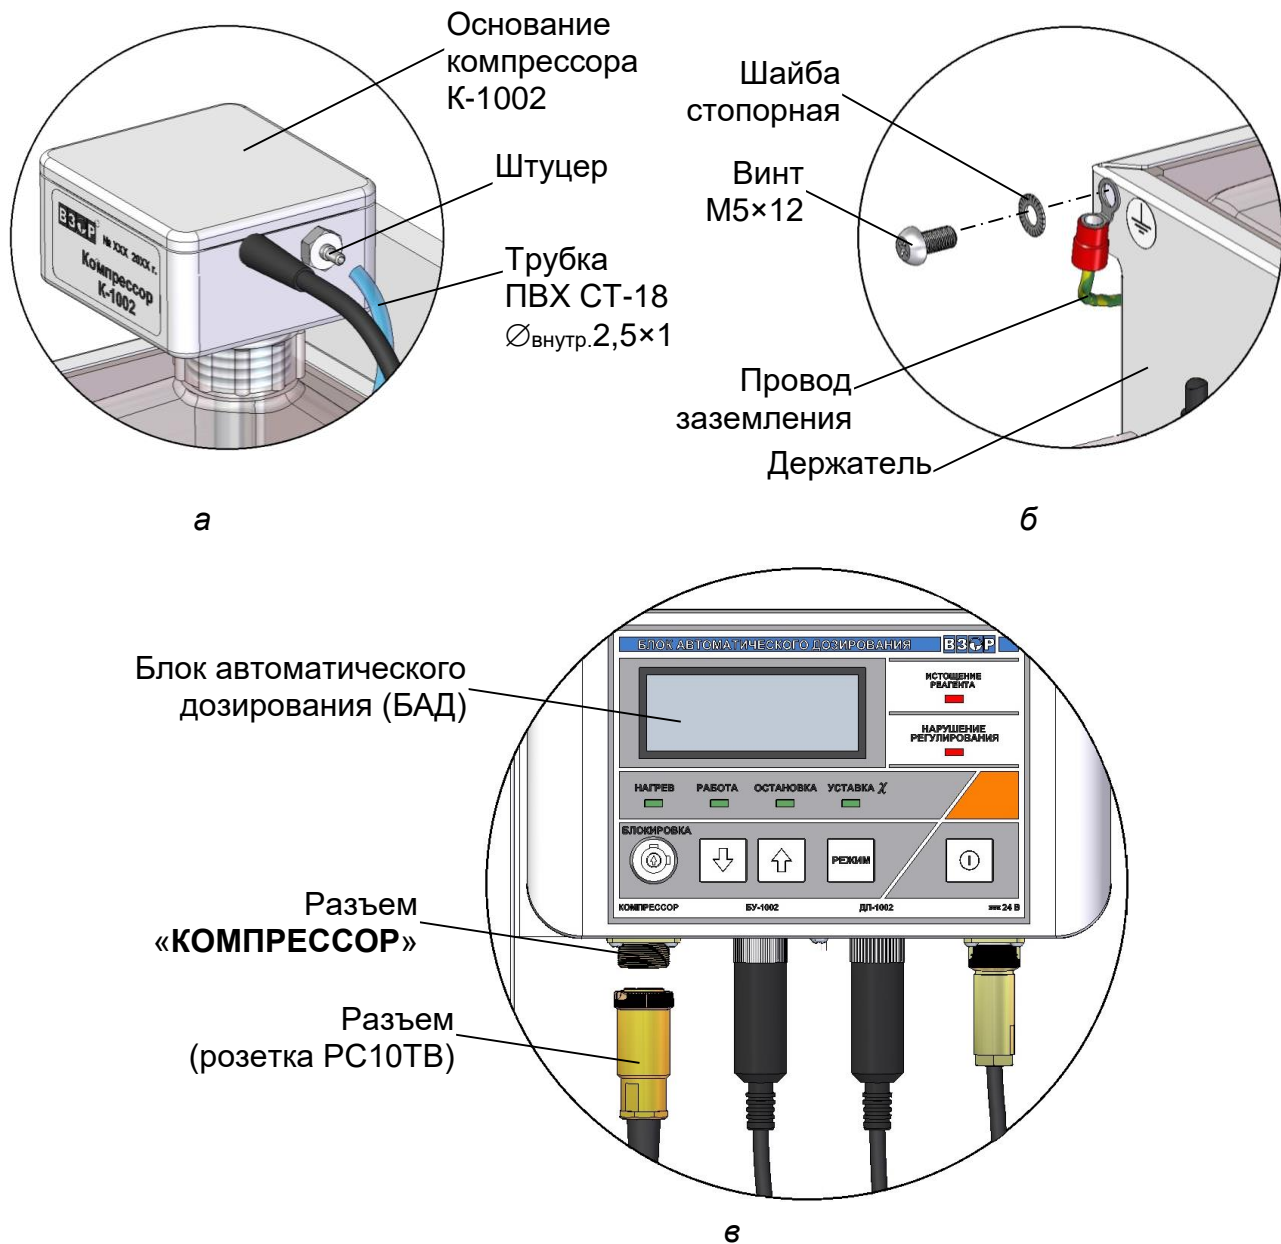

Рисунок 2.13 – Демонтаж компрессора К-1002
- отсоединить трубку ПВХ СТ-18 с внутренним диаметром 2,5 мм от штуцера основания компрессора К-1002 (рисунок 2.13а);
- отсоединить провод заземления компрессора К-1002, открутив винт М5×12 от держателя (рисунок 2.13б);
- отсоединить разъем кабеля (розетку РС10ТВ) компрессора К-1002 от разъема «КОМПРЕССОР» БАД (рисунок 2.13в);